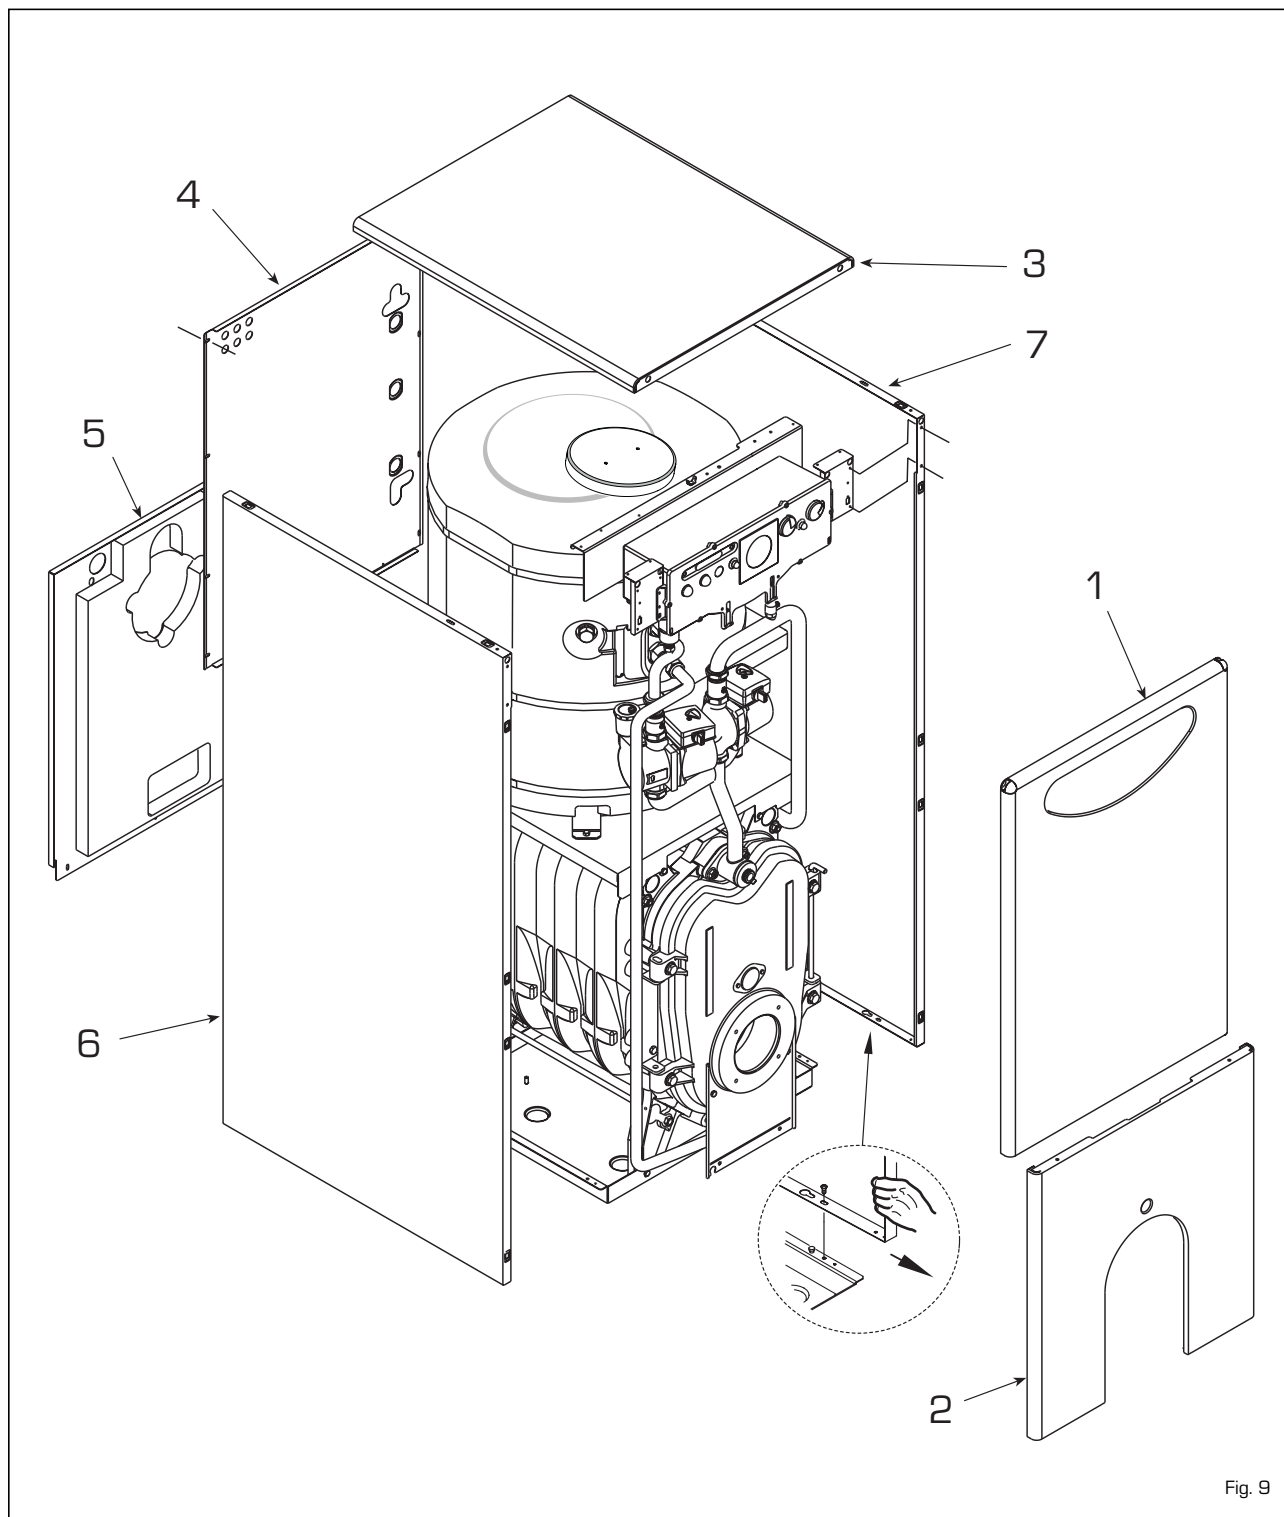

Fig. 9
3.3.3 Smontaggio mantello (fig. 9)
Per una facile manutenzione della caldaia è possibile smontare completamente il mantello seguendo la progressione numerica di fig. 9.